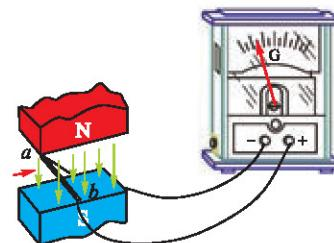

图 1-4-2 闭合电路的部分导体在磁极间左右运动
2. 按图 1-4-2 所示连成电路，图中 G 为电流计，ab 为一段直导线，观察导体 ab 在匀强磁场中向左和向右运动时电流计指针偏转的方向；然后再将匀强磁场的方向反过来，重复上述过程。分析磁场方向、导体切割磁感线运动方向和感应电流方向之间的关系。
在图 1-4-2 的情形中，导体 ab 向右运动时，回路中的电流沿顺时针方向，在 ab 段电流从 b 流向 a；导线 ab 向左运动时，回路中的电流沿逆时针方向，在 ab 段电流从 a 流向 b。